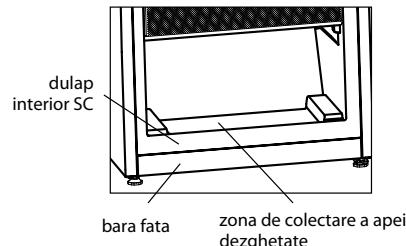

Figura 10
3.4.1 La dezghețarea SC, apa topită trebuie îndepărtată din zona de colectare în conformitate cu figura 10 cu un material care absorbe bine umiditatea, pe măsură ce stratul de brumă se dezgheță, apoi se spală compartimentul și se usucă.